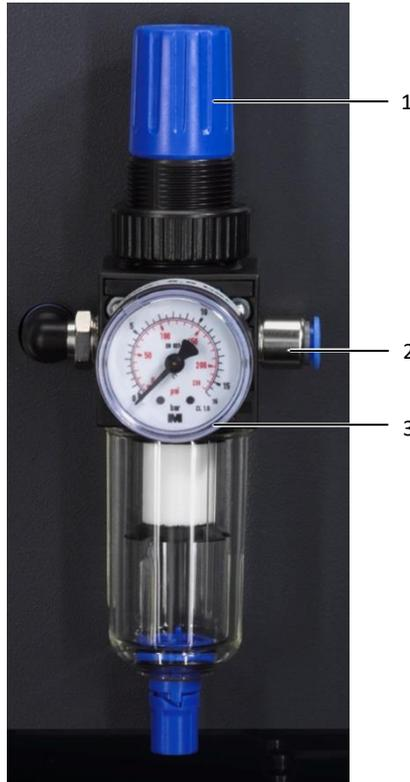

Imagen 6: Realizar las conexiones
- Conecte primero el tubo neumático a la unidad de mantenimiento de aire comprimido de la máquina (imagen 6, pos. 2).
- Compruebe la indicación del manómetro (imagen 6, pos. 3).
- En caso necesario ajuste la presión. Para ello tire del tornillo de ajuste (imagen 6, pos. 1) hacia arriba y gírelo con cuidado: